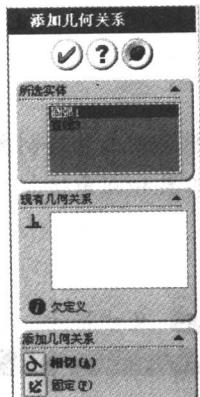

图 1-5 添加几何关系
- 添加几何关系。单击添加几何关系按钮，选中直线和圆弧 1 作为要添加几何关系的实体，单击相切按钮，为这两个实体添加“相切”的关系，如图 1-5 所示。单击确认按钮，完成几何关系的添加。